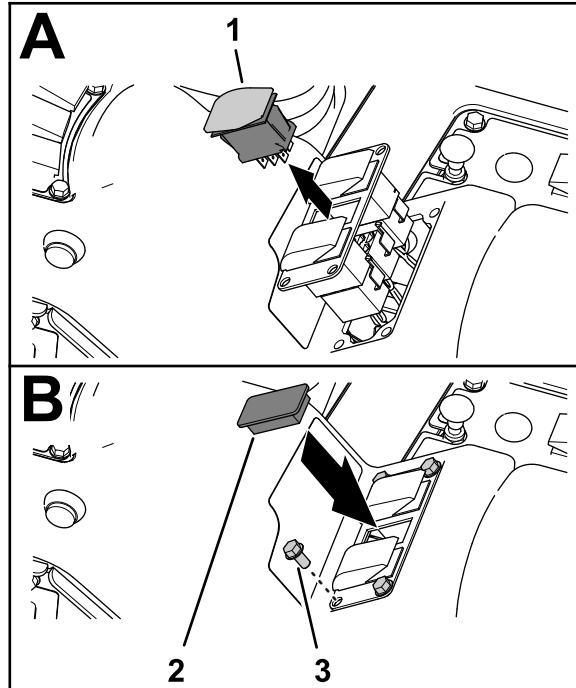

Рисунок 32
- Сожмите вместе фиксирующие выступы переключателя интенсивности опрыскивания и выдавите переключатель из панели с 3 переключателями (Рисунок 32).
5. Установите панель с 3 переключателями на пульт управления (Рисунок 32) при помощи 4 винтов с фланцевыми головками (1/4 x 1/2 дюйма), снятых при выполнении пункта 1.